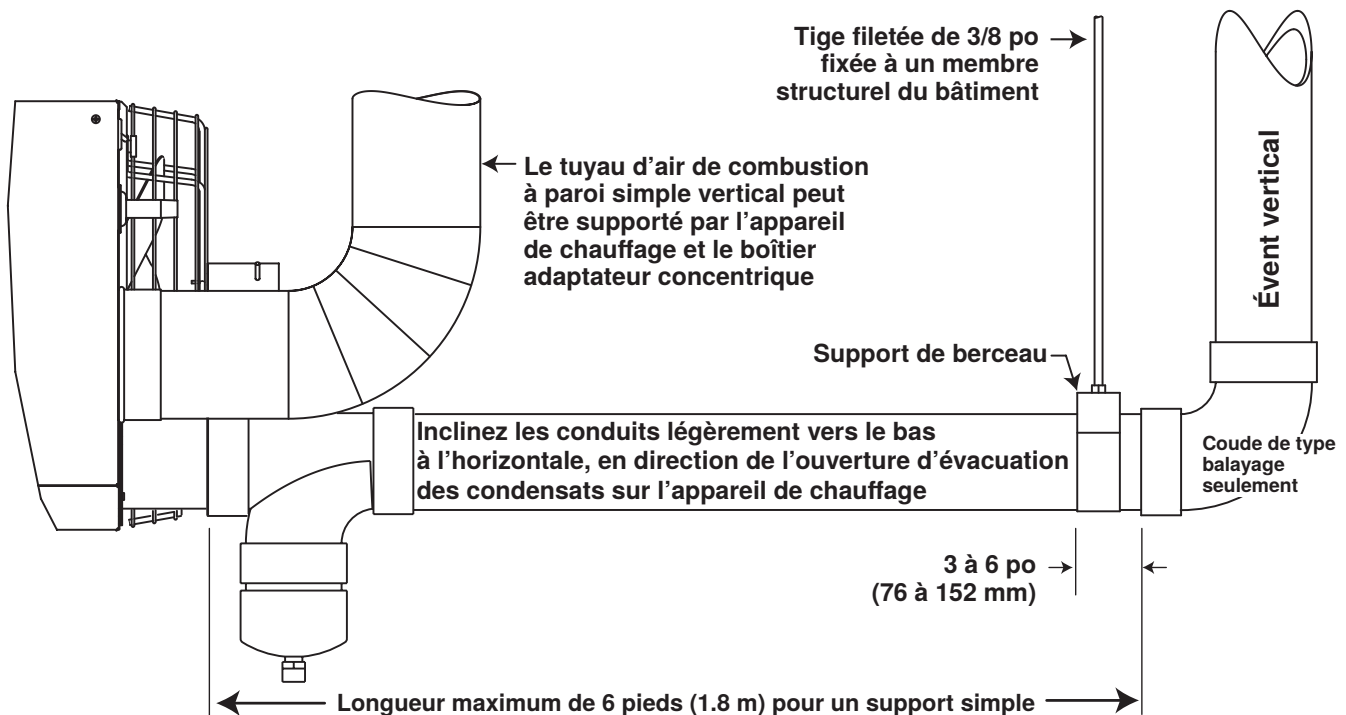

Figure 6. Support de tuyau d'évent
- Ventilation verticale CPVC ou PVC : il est recommandé que la conception du système de support vertical soit confiée à un ingénieur. La Figure 6 illustre un support de type berceau fourni sur le chantier qui permet une expansion pour une simple ventilation verticale de 30 pieds (9.1 mètres) ou moins et qui s'élève près de l'appareil de chauffage.